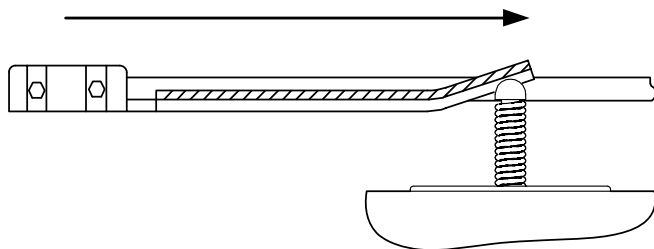

Рисунок 9. Кронштейн конечных положений
- Расположите соответствующий кронштейн (рис. 9) на зубчатой рейке таким образом, чтобы его изогнутая пластина нажимала пружинный рычаг привода, вызывая его срабатывание. Учтите возможность небольшого перемещения створки (20...30 мм) после срабатывания конечного выключателя привода. После определения нужного положения закрутите болты кронштейна. Для предотвращения смещения кронштейна после окончательной настройки работы привода рекомендуется подsverлить на зубчатой рейке точки зажима болтов кронштейна.